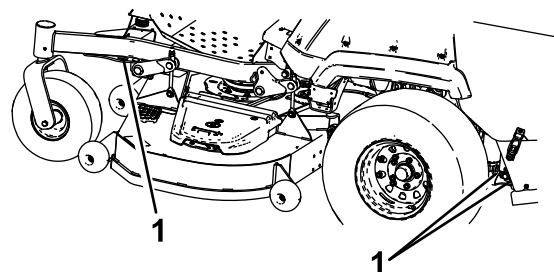

図 32
6. 前キャストホイールおよび後部フレームを利用して機体をロープやチェーンなどで固定する 図 32。ロープ掛けや積荷固定については各地域の法令などに従ってください。